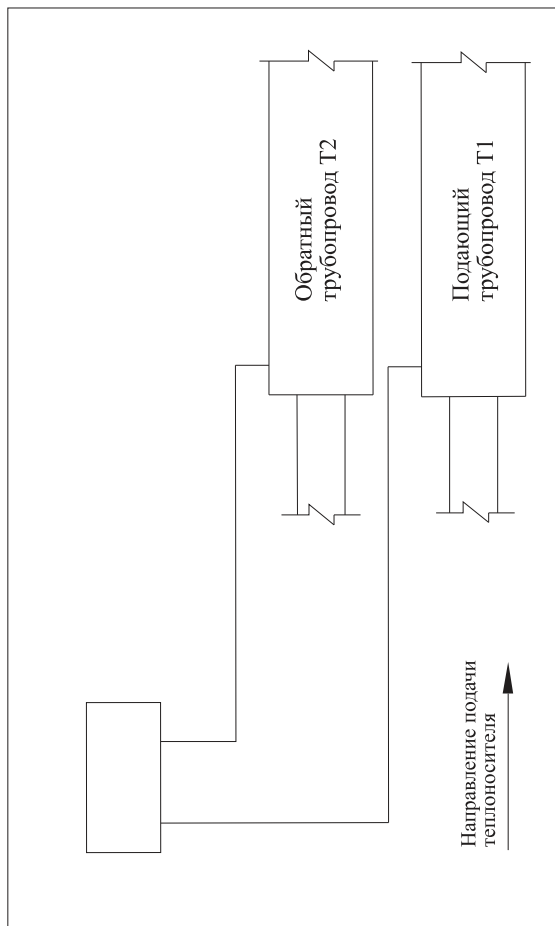
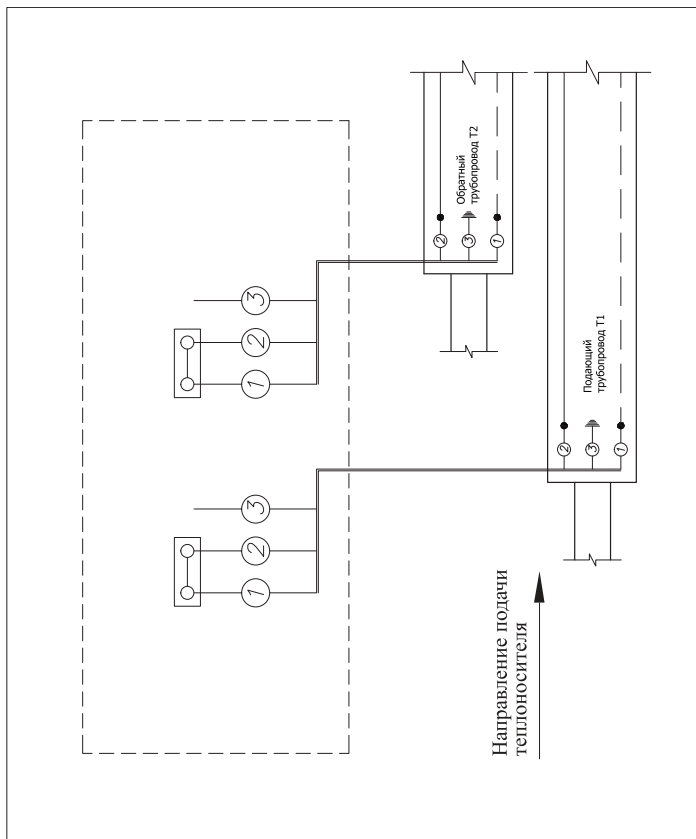
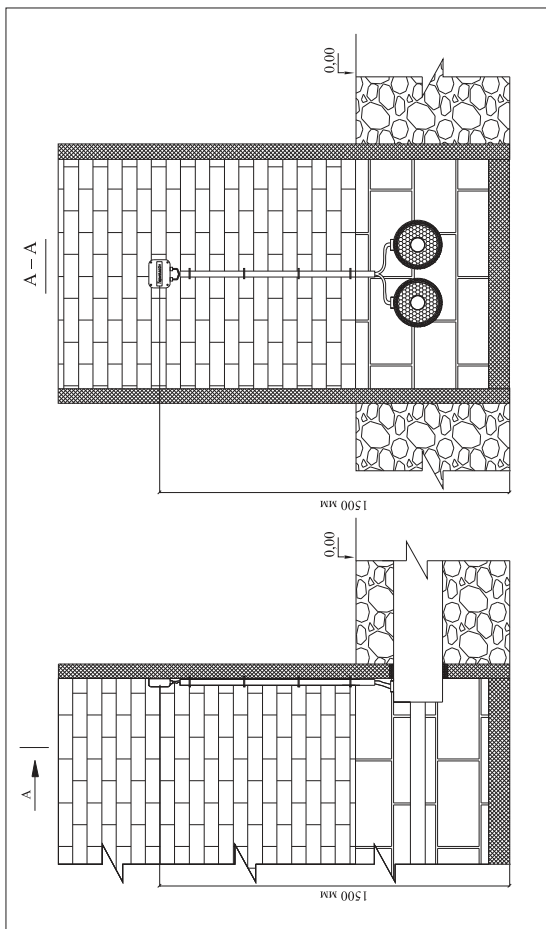
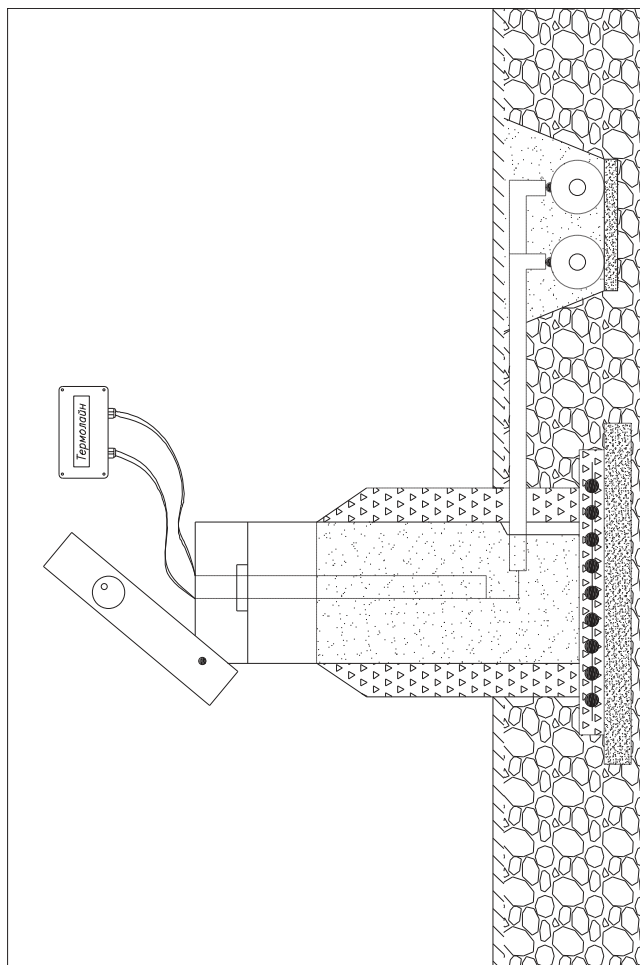

Рис. 2 Закольцовка сигнальных проводников
Рис. 3 Закольцовка сигнальных проводников
Рис. 4 Установка терминала на стене здания
Рис. 5 Установка терминала в наземном ковре
2.1. Закольцовка сигнальных проводников - Рис. 2, 3.
на принципиальной схеме (Рис. 2)	на электрической схеме (Рис. 3)
Подключение терминала к системе оперативного дистанционного контроля производить в соответствии с монтажной (**Рис. 4**, **Рис. 5**) и электрической схемой (**Рис. 3**).
- Порядок соединения проводов указан на электрической схеме – **Рис. 3**.
6. При установке терминала внутри помещения (**Рис. 4**), просверлить в стене здания два отверстия (диаметром 6 мм и глубиной 30 мм) на уровне предполагаемого крепления терминала (H~1,5 метра от пола).
12. При установке терминала в ковре (**Рис. 5**) пункты с 8 по 10 не выполнять.
4. Установить провода в соединительные клеммы **6** на прежнее место (в соответствии с электрическими схемами - **Рис. 3**).